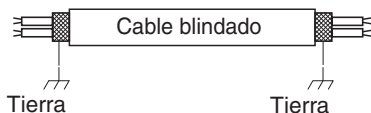

Fig. 4-6
- (5) Emplee cables blindados para el cableado de control entre unidades (c) y conecte a tierra el blindaje en ambos lados ya que, de lo contrario, podría producirse un funcionamiento erróneo debido al ruido. (Fig. 4-6) Conecte los cables tal y como se muestra en la sección "4-3. Diagramas del sistema de cableado".